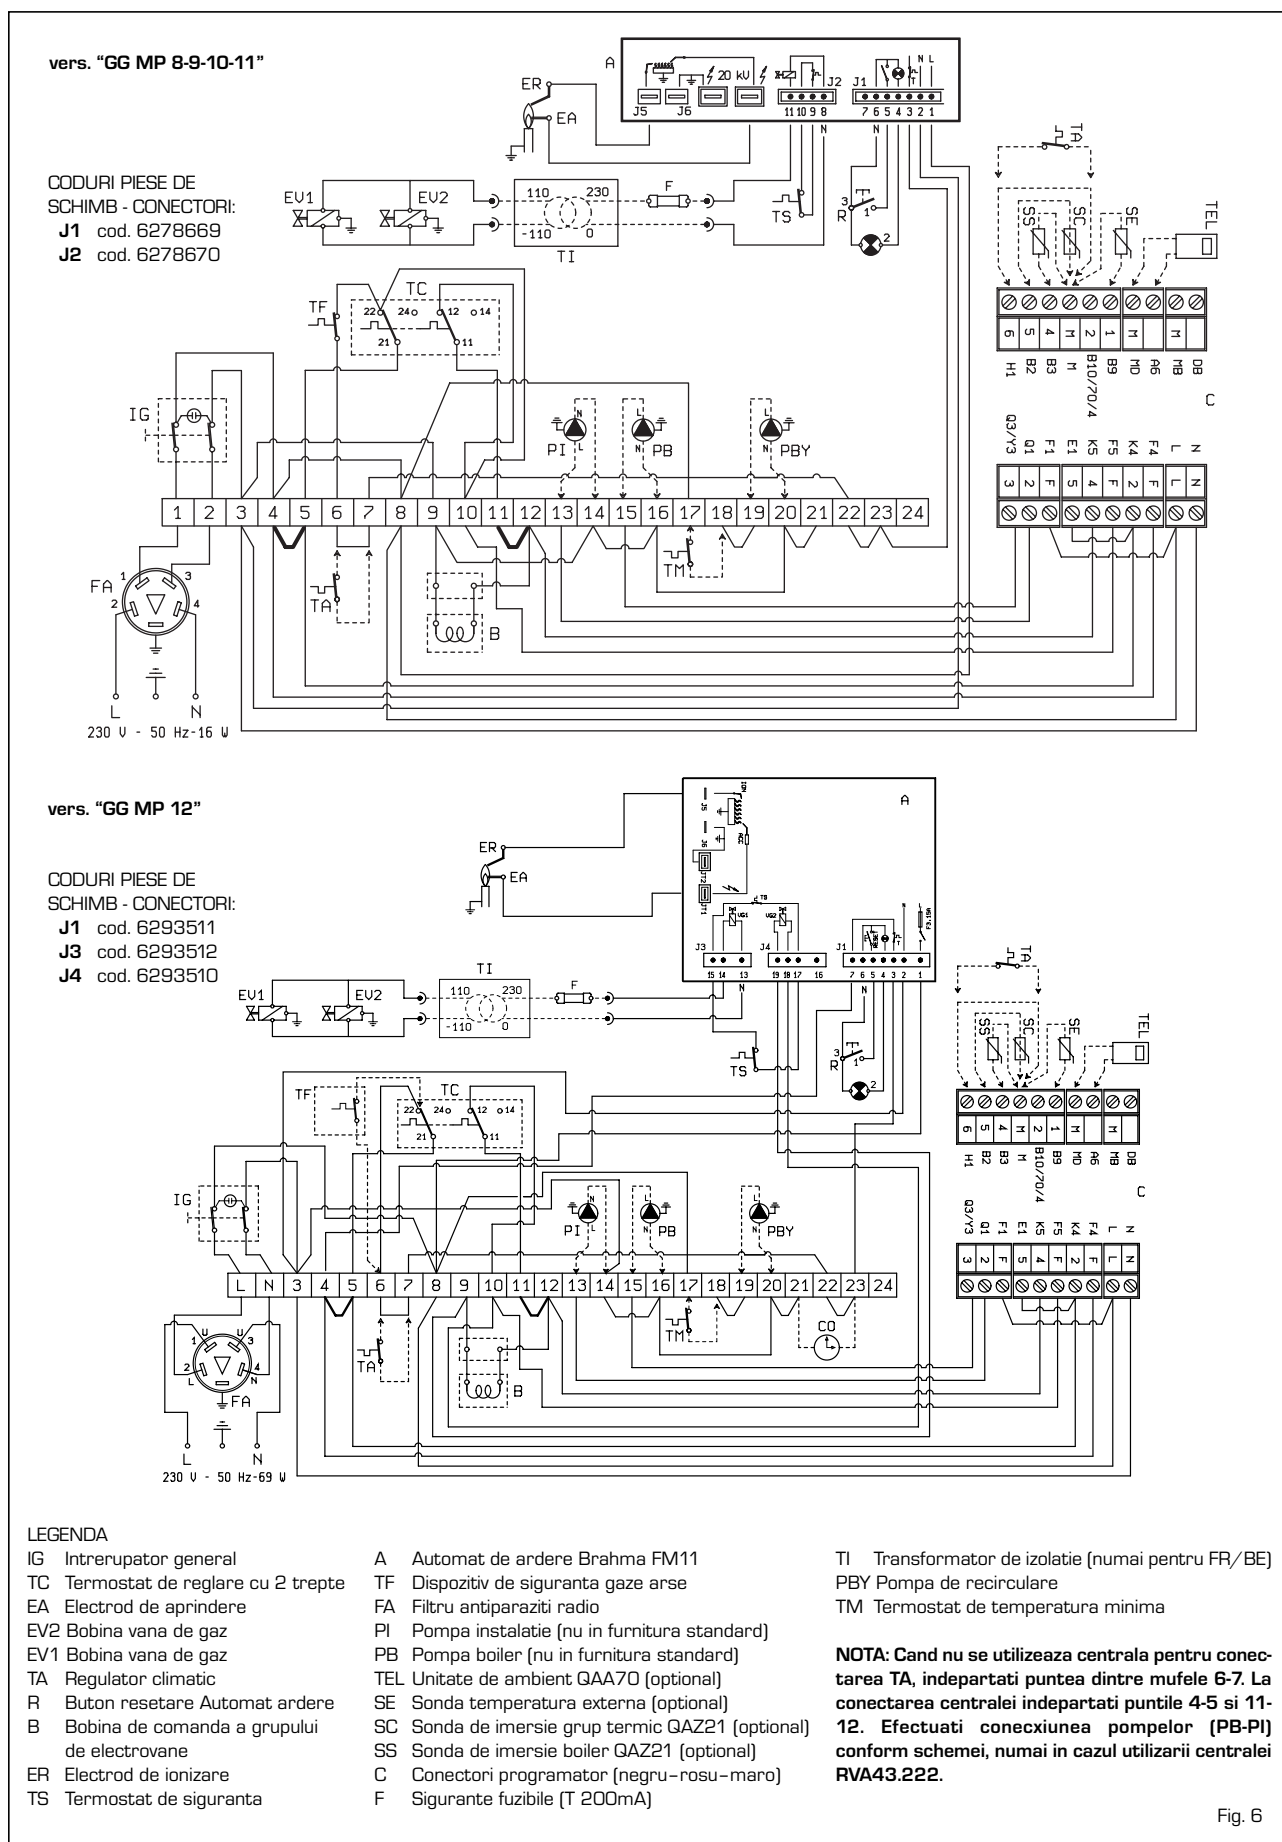

Fig. 6
Conectorii sunt polarizați astfel încât nu e posibilă inversarea ordinii de conectare. Pentru instalarea centralei electrice e, asadar, necesară legarea respectivelor conectori și scoaterea din panoul de fixare a punților 4-5 și 11-12 (marcate cu linii îngroșate în schema de la fig. 6). Centrala permite, de asemenea, utilizarea de sonde și de unități ambientale, ai căror conectori, polarizați și colorați, se găsesc într-un saculeț în interiorul tabloului de comandă.
Toate funcțiile grupului termic pot fi coordonate de centrala cod. 8096303, dotată cu sonda pentru temperatura externă (SE) și sonda pentru imersie grup termic (SG) (fig. 7). Centrala prevede introducerea unei alte serii de conectori de joasă tensiune pentru conectarea sondelor și a unităților ambient (conectorii se găsesc într-un saculet, în interiorul tabloului de comandă). Sfera sondei eventualei boiler extern (SS) opțional, cod. 6277110, trebuie să fie introdusă în membrana boilerului iar cea a sondei grupului termic (SC), în membrana grupului termic. Pentru montarea sondei pentru temperatura externă urmați instrucțiunile incluse în ambalajul sondei. Pentru efectuarea legăturilor electrice urmați indicațiile schemei de la fig. 6.